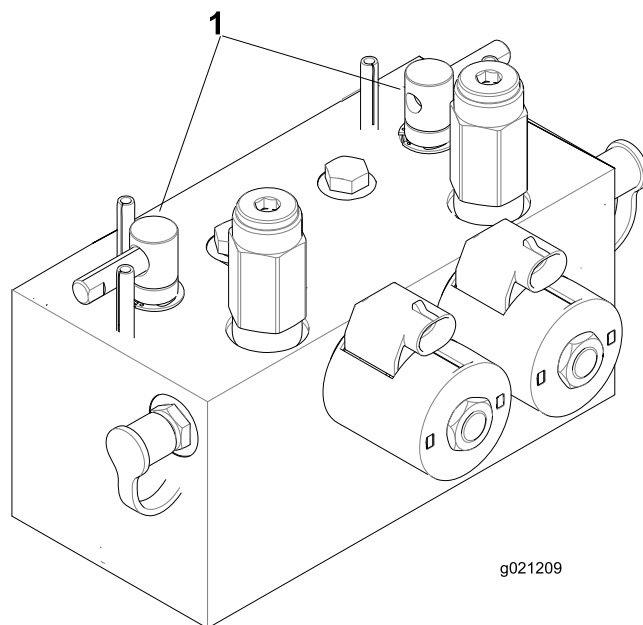

Figura 79
2. Desbloquee y levante el asiento para poder acceder a las palancas de autoafilado (Figura 79).
5. Seleccione la palanca de autoafilado correspondiente a los molinetes que desea autoafilar: delanteros, traseros o ambos (Figura 79).